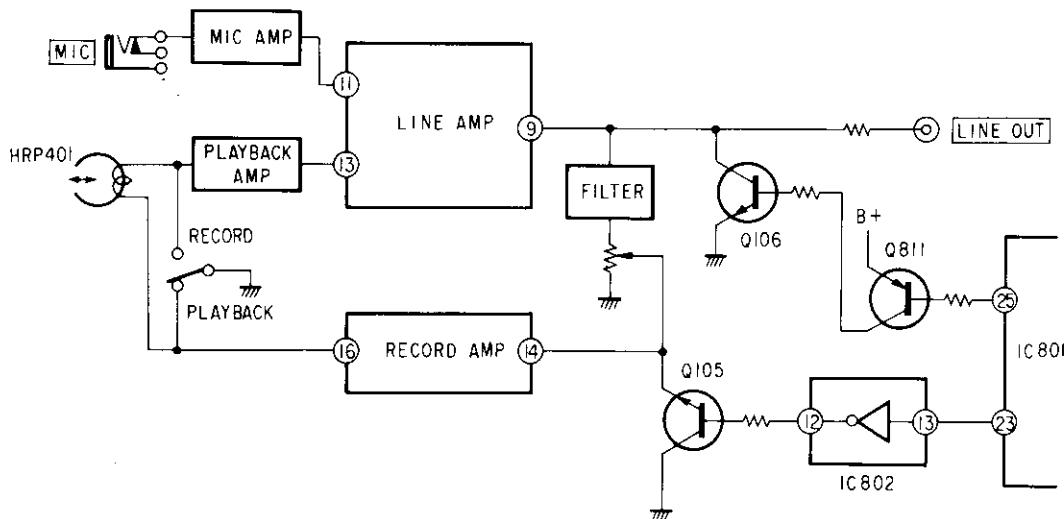

Fig. 10
4. Stummschaltung (Siehe Abb. 10)
4. Muting Circuit (See Fig. 10)